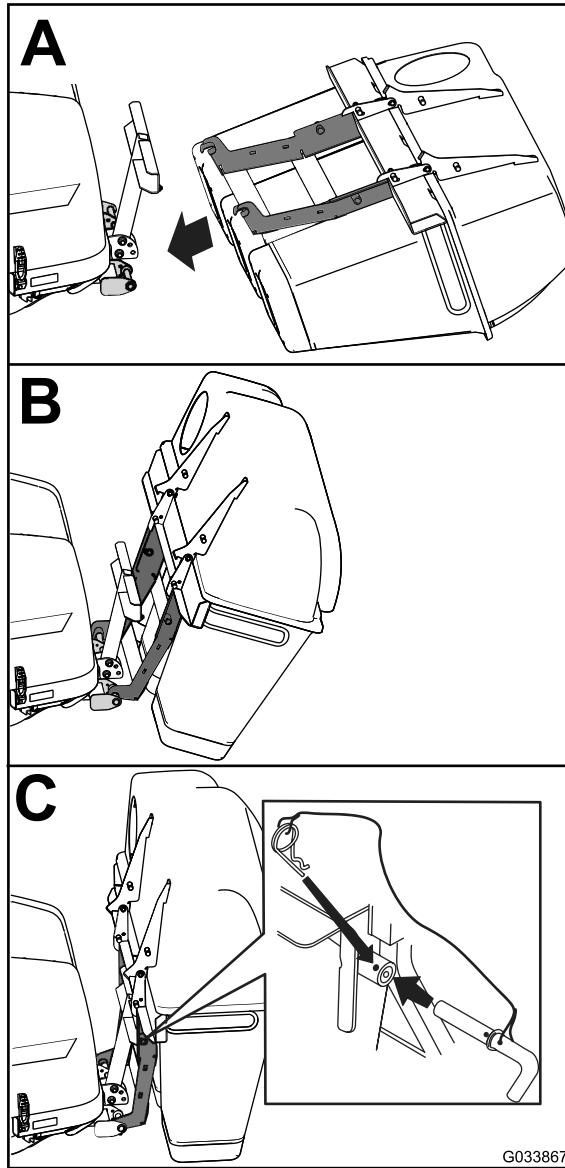

図 4
- 下側取り付けブラケットにフックをかける図 4 の A。
- フードアセンブリを立てて下側バガー取り付けブラケットに向ける図 4 の B。
- バガーの穴を、上側取り付けブラケットに合わせて取り付ける図 4 の C。
- ピンを取り付け、ヘアピンコッターで左右から固定する図 4 の C。